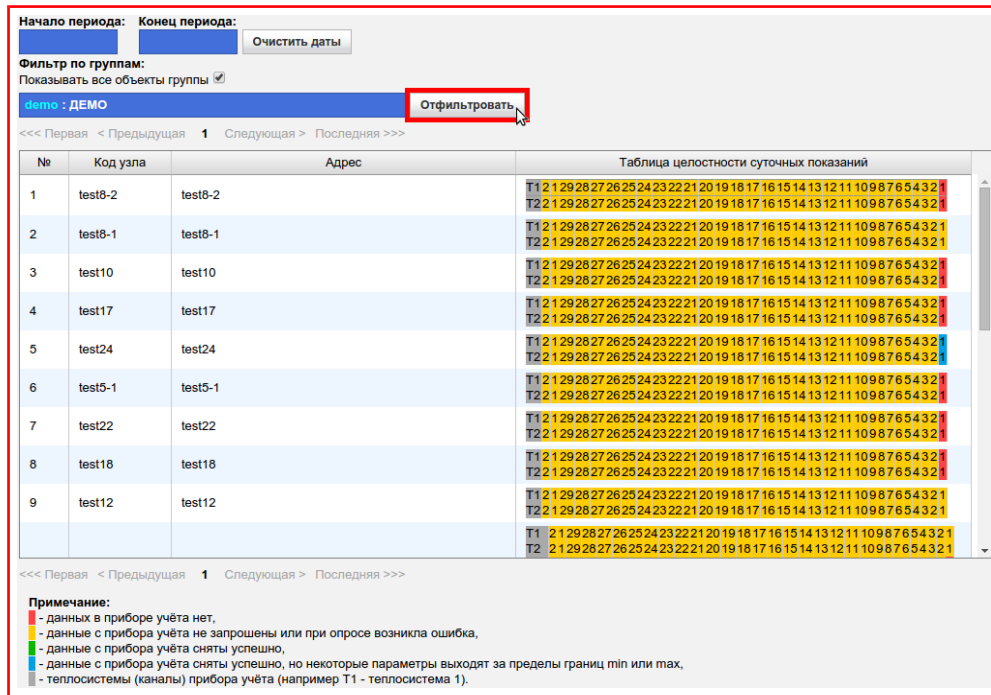

Рисунок 10.3 — Кнопка «Отфильтровать»
- 4) Нажать на кнопку «Отфильтровать», рисунок 10.3.